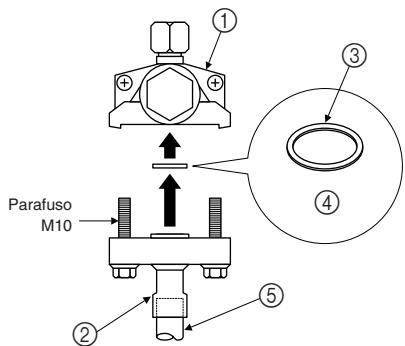

Fig. 5-2
- (3) Utilize o seguinte procedimento para ligar a tubagem do lado do gás. (Fig. 5-2)